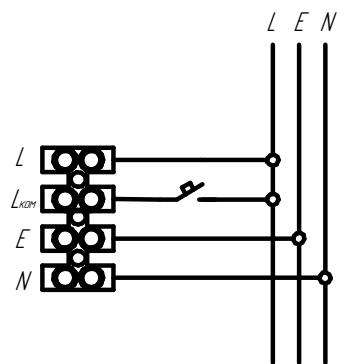

Рисунок 7 - Схема подключения светильника с блоком аварийного питания
5.11 Подключение светильника с блоком аварийного питания производить согласно схеме (см. рисунок 7) Подключите фазовый провод некоммутированной сети освещения (т.е. между фидером и светильником не должно быть никаких выключателей, кроме автоматов защиты) к проводу с отдельной клеммой, а фазовый провод коммутированной сети к клеммной колодке.